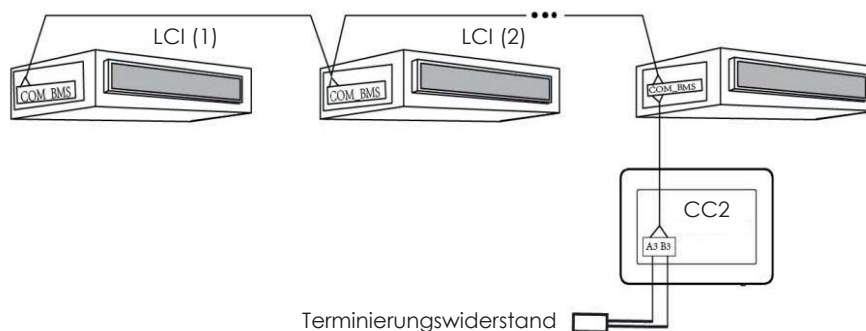

Abb. 3.7 An LCI-Systeme angeschlossene zentrale Steuereinheit
2. Die Klemmen A3 und B3 an der Steuereinheit (mit einem Kabel mit den unter Absatz 3.1 festgelegten Eigenschaften) an die COM_BMS Schnittstelle am Innengerät anschließen (die LCI-Innengeräte besitzen zwei COM_BMS Schnittstellen, eine für die Kommunikation der Innengeräte und eine, die für den Anschluss der zentralen Steuereinheit verwendet werden kann). Es wird daran erinnert, dass der Abschlusswiderstand wie im Plan in Abb. 3.7 dargestellt angeschlossen werden muss;